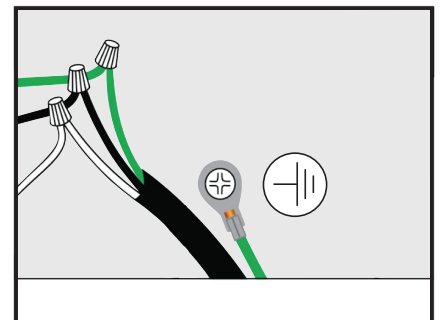

Figure 12
- Branchez le câble au câblage de la hotte. (Voir Figure 12)